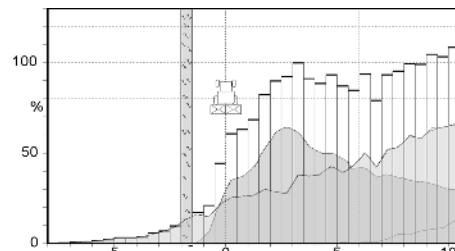
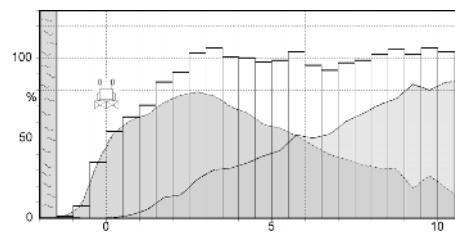

Рис. 13
Рис. 14
- закладывают технологические колеи с интервалом в 10 или 12 м (Рис. 13 и Рис. 14).
У ОМ 10-16 дальность распределения составляет ок. 36 м (см. Рис. 14). Таким образом, на 15 и 16 м получаются большие зоны перекрытия, выгодные для равномерного внесения удобрений. При 10 и 12 м ширине захвата такая большая дальность распределения может быть негативной, в особенности при использовании отражающего щитка для распределения на границах.
распределяют значительное количество удобрений (прибл. на 4,5 или 6,5 м) через границу (см. Рис. 13).
Поскольку согласно положению о внесении удобрений не разрешается растиривать удобрения за границы поля, то соблюдение положения в вышенназванных случаях возможно при использовании ОМ 10-12 (см. Рис. 13).